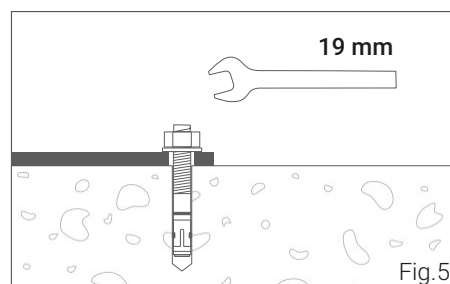

Fig.5
- 7 Serrez maintenant les écrous hexagonaux avec une clé plate de 19 mm et un couple de 60 Nm. Le boulon conique est alors tiré dans le clip d'expansion et le serre contre la paroi du trou de forage (fig. 5). Pour le deuxième écrou, il serait bon d'utiliser celui qui est diagonalement opposé. Ensuite, vous pouvez fixer les quatre écrous borgnes en plus sur les boulons et les écrous hexagonaux.
- 8 Si vous utilisez l'écrou antivolt disponible en option, avant l'étape (7), retirez l'écrou hexagonal et vissez à la place l'écrou antivolt. Pour l'écrou antivolt, utilisez l'outil spécial et serrez l'écrou à 60 Nm.